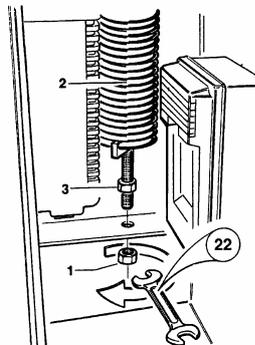

Рис. 7 Демонтаж пружины.
2. Фланец стрелы должен быть в горизонтальном положении, чтобы закрепить стрелу. Для этого открутите гайку 1 крепления пружины 2 – пружина будет не натянута и выдет из зацепления со шлагбаумом (рис. 7). Гайку 3 при этом **не вращайте** чтобы не сбить заводское натяжение (регулировку) пружины;